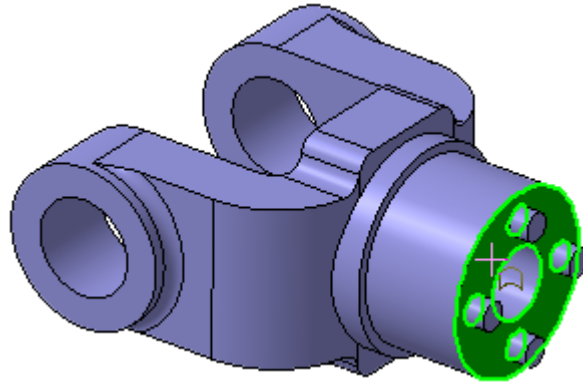

Рисунок 76.
- Укажите грань и нажмите кнопку Эскиз (рис. 76).